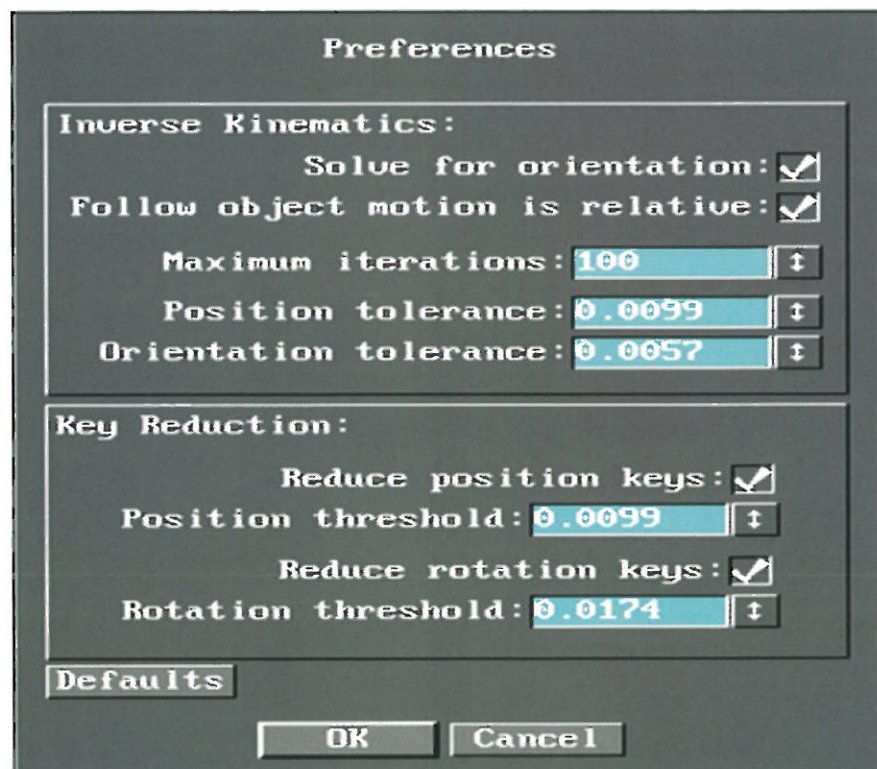

FIGURA 5. CUADRO DE PREFERENCIAS (PREFERENCES).
- *Preferences*: Accede a un cuadro (figura 5), donde configurar los siguientes parámetros: